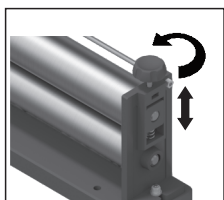

Figura 5
- Proceda com regulagem da abertura entre as moendas (10 e 11), soltando ou apertando os reguladores (16, figura 5), conforme a espessura desejada para a massa a ser soxada.